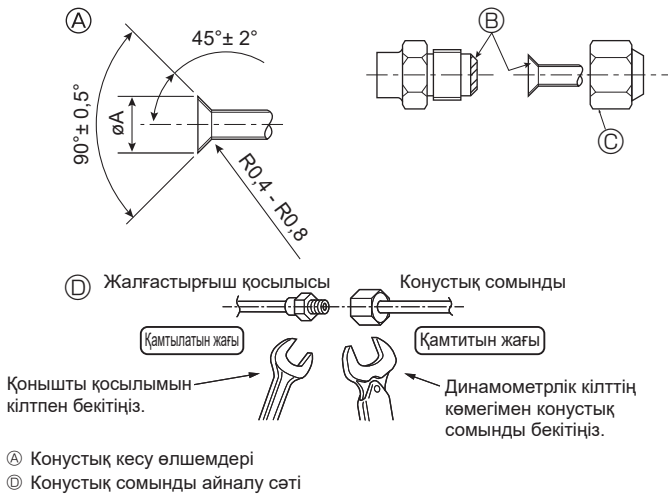

Fig. 4-6
А (Fig. 4-6)
Б (Fig. 4-6)
4.4. Құбырларды жалғау (Fig. 4-6)
- Құбырлар байланыстарын бекіту үшін 2 сомын кілтін пайдаланыңыз. (D)